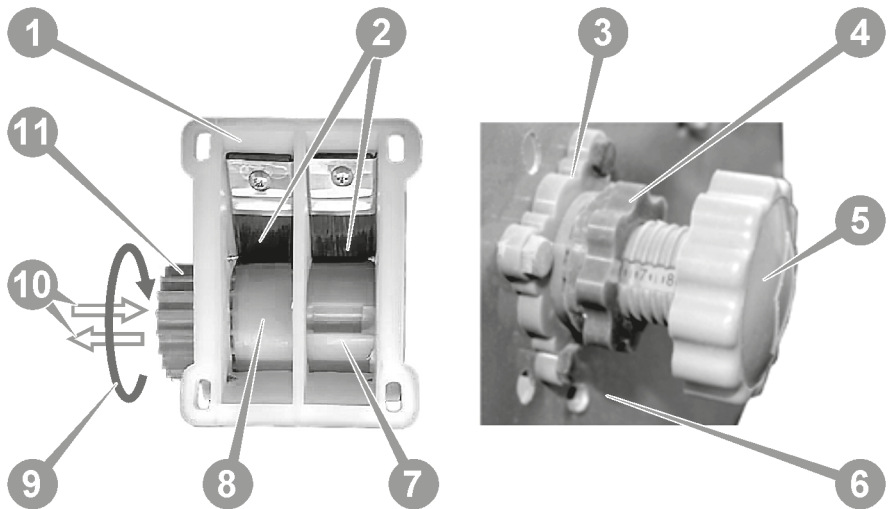

Рисунок 3. Регулювання продуктивності висіву
Продуктивність висіву регулюється зміною активної ширини висівної котушки дозатора за допомогою регулювального гвинта (5) (див. рис. 3). Дозатор насіння (1) має дві окремі секції та котушку, яка складається з трьох частин: з багатьма виїмками для насіння зернових культур (11); центральну циліндричну без виїмок (8); з кількома виїмками для насіння бобових культур (7).
Для того, щоб у процесі роботи встановлена продуктивність не порушувалася від вібрації та тряски, на регулювальному гвинті (5) (див. рис. 3) передбачена контргайка (4), якою фіксують положення гвинта після закінчення налаштування.